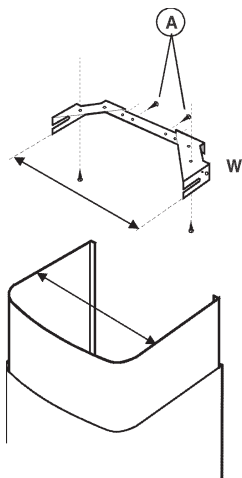

fig.10
1. Réglez la largeur de l'étrier du support (W) au moyen des vis (A) (fig. 10). Fixez-le au plafond à l'aide des chevilles et vis dans les trous que vous aurez préalablement percés. Ce support doit être fixé à 3 - 4 mm au dessous du plafond, centré par rapport à la hotte située en dessous, et de niveau.